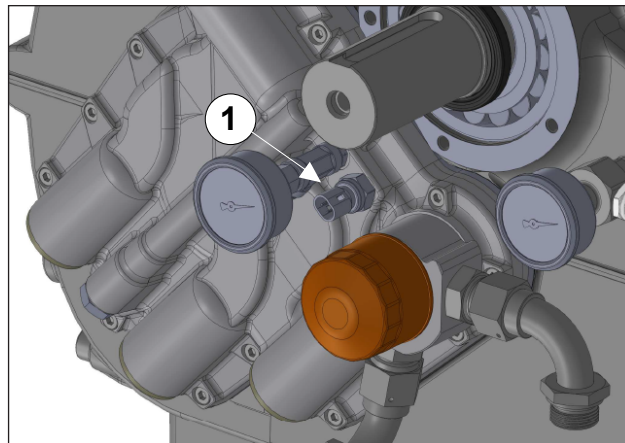

Fig. 135
Montare l'anello di tenuta radiale nel coperchio paraolio (pos. ①, Fig. 135) mediante l'utilizzo di tampone o altro attrezzo (attrezzo specifico cod. 27643500).